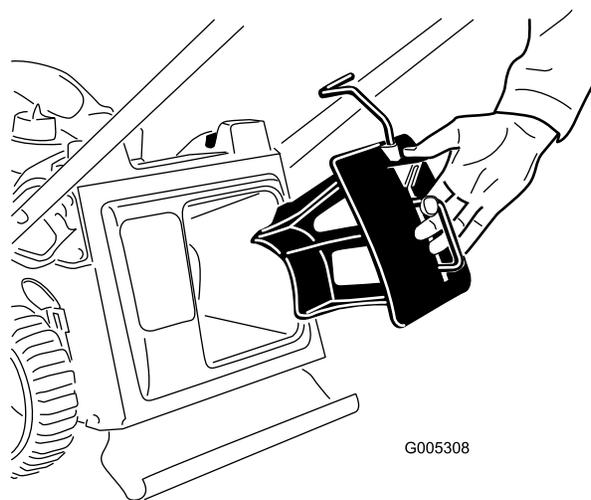

図 8
1. マルチプラグがまだ取り付けられていない場合は、マルチプラグを取り付ける 図 8。